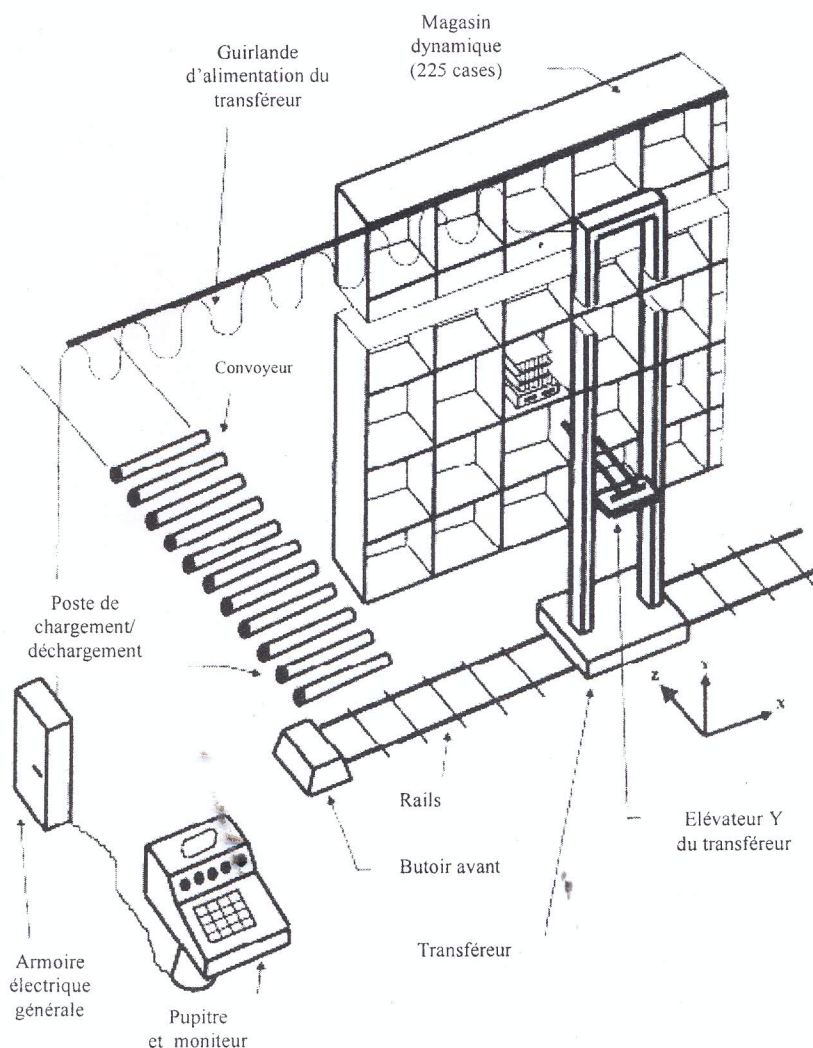

Figure 3 : Organisation du magasin dynamique
- Atteindre l'emplacement du casier calculer par l'API (**xn, yn**) (voir figure 3) ;